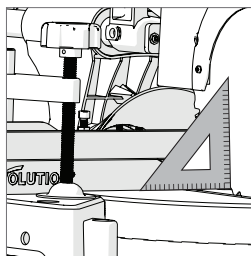

Fig. 13
- Mettre l'équerre sur la table, le côté court sur la table et le côté long sur la lame de scie (par sur les pointes TCT). (Fig. 13)